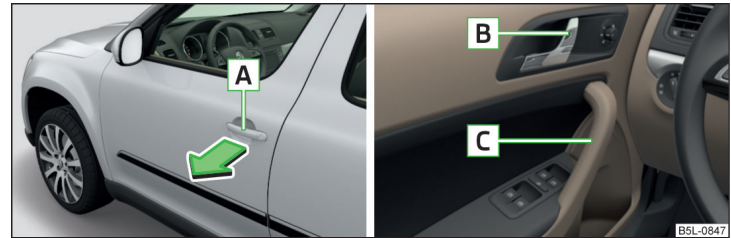

Fig. 33 Poignée de la portière / manette d'ouverture des portières
- Pour l'ouverture de l'extérieur, déverrouillez le véhicule et tirez sur la poignée de la portière **A** dans le sens de la flèche » fig. 33.